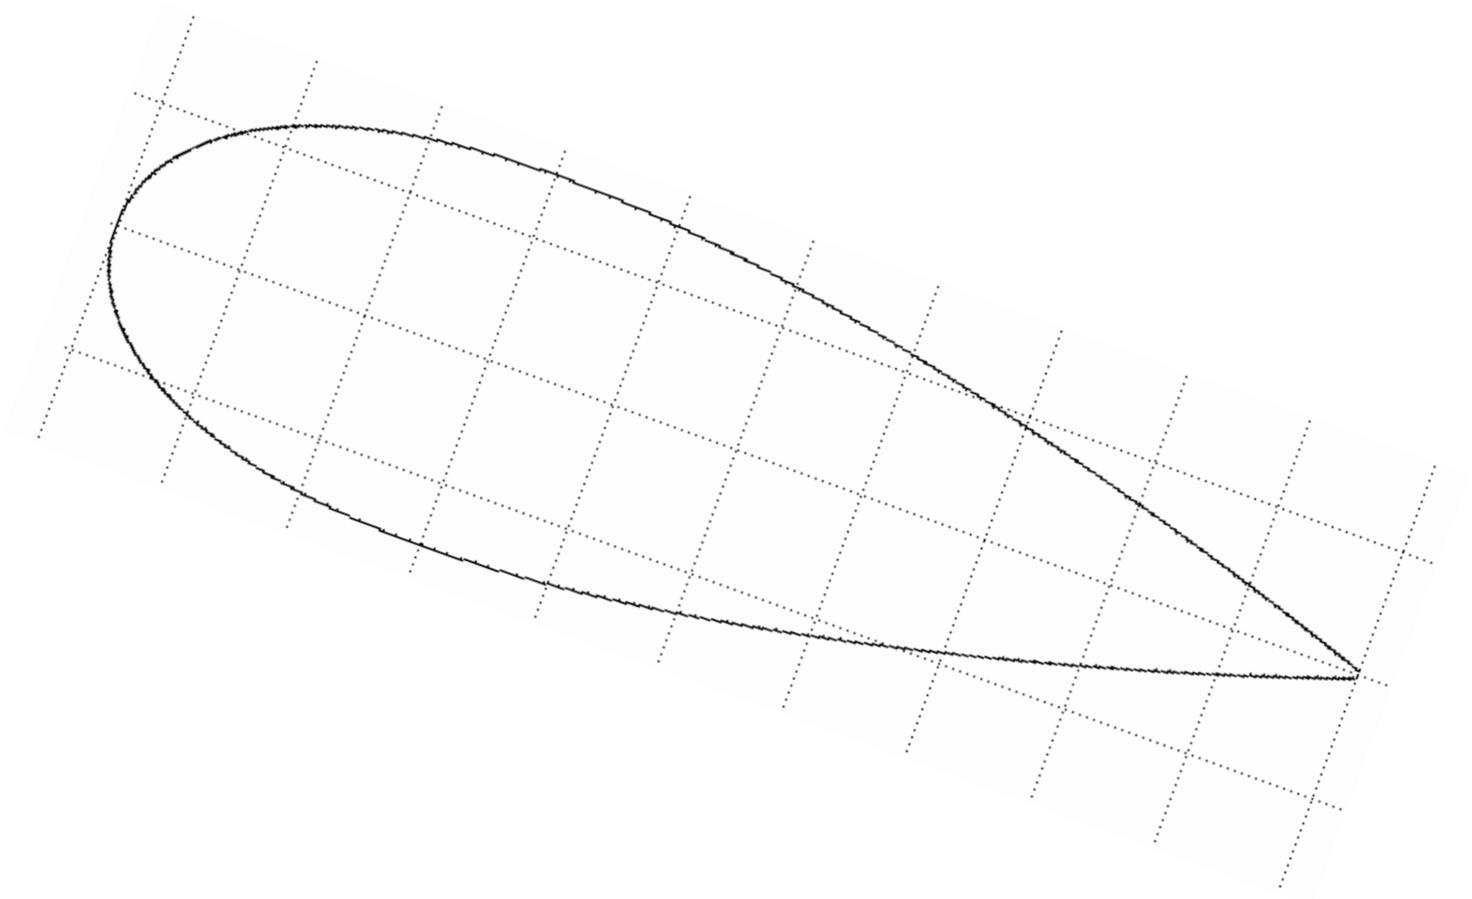

FIG. 3 – Profil NACA0030 incliné à  $20^\circ$  par rapport aux bords horizontaux de la feuille.
Considérons le profil cylindrique de section Naca0030 (l'écoulement est plan) de corde  $c = 40$  cm avançant horizontalement à la vitesse  $V_\infty$  dans de l'eau salée de masse volumique  $\rho = 1025 \text{ kg.m}^{-3}$  et de viscosité cinématique  $\nu = 10^{-6} \text{ m}^2.\text{s}^{-1}$  avec une incidence (angle entre la direction de la vitesse et la corde)  $\alpha = 20^\circ$  (cf FIG. 3).
- 3) Calculez les composantes de trainée et de portance par unité d'envergure du profil. Représentez, à l'échelle, sur la FIG. 3 (qui sera rendue avec la copie), ces composantes de trainée et de portance et le vecteur force globale exercée par l'air sur ce profil (sans préciser le point d'application de cette force); Vous préciserez l'échelle que vous aurez utilisé en complétant et en écrivant sur la FIG. 3 ... mm  $\equiv$  ... N/m. .... [3]